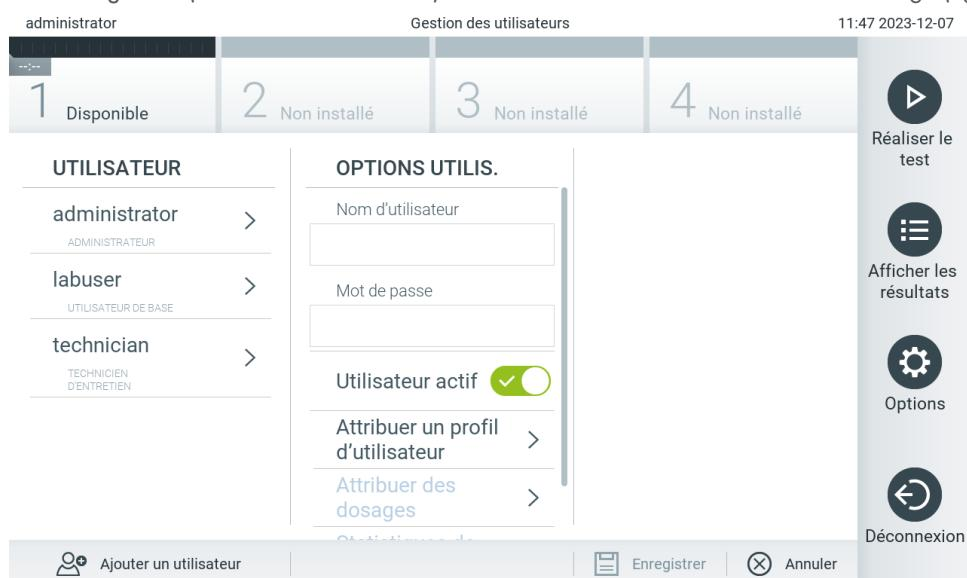

Figure 55. Ajouter un nouvel utilisateur.
- Appuyez sur **Options > User Management** (Gestion des utilisateurs) pour configurer les utilisateurs. L'écran User Management (Gestion des utilisateurs) s'ouvre dans la zone de contenu de l'affichage (figure 55).